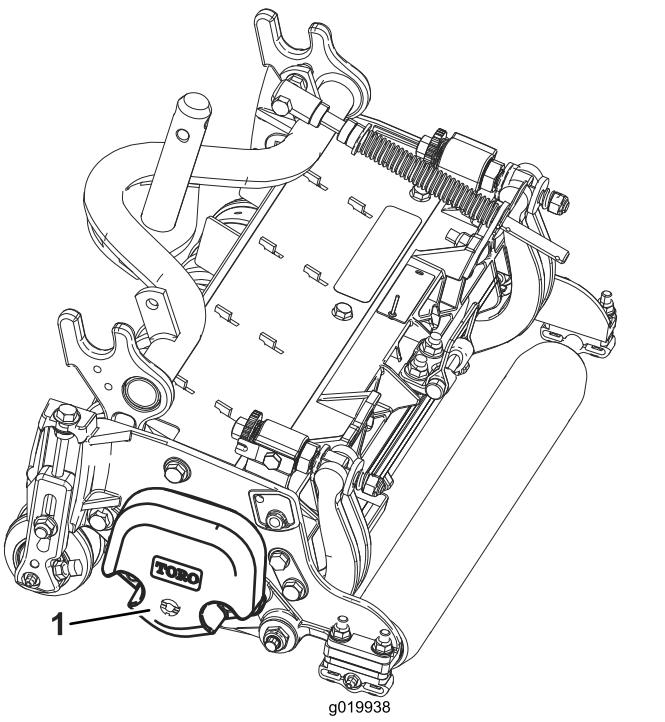

Bild 3
5. Stellen Sie sicher, dass das Gegengewicht (Bild 3) am richtigen Ende der Schneideeinheit montiert ist, wie in der *Bedienungsanleitung* der Schneideinheit beschrieben.